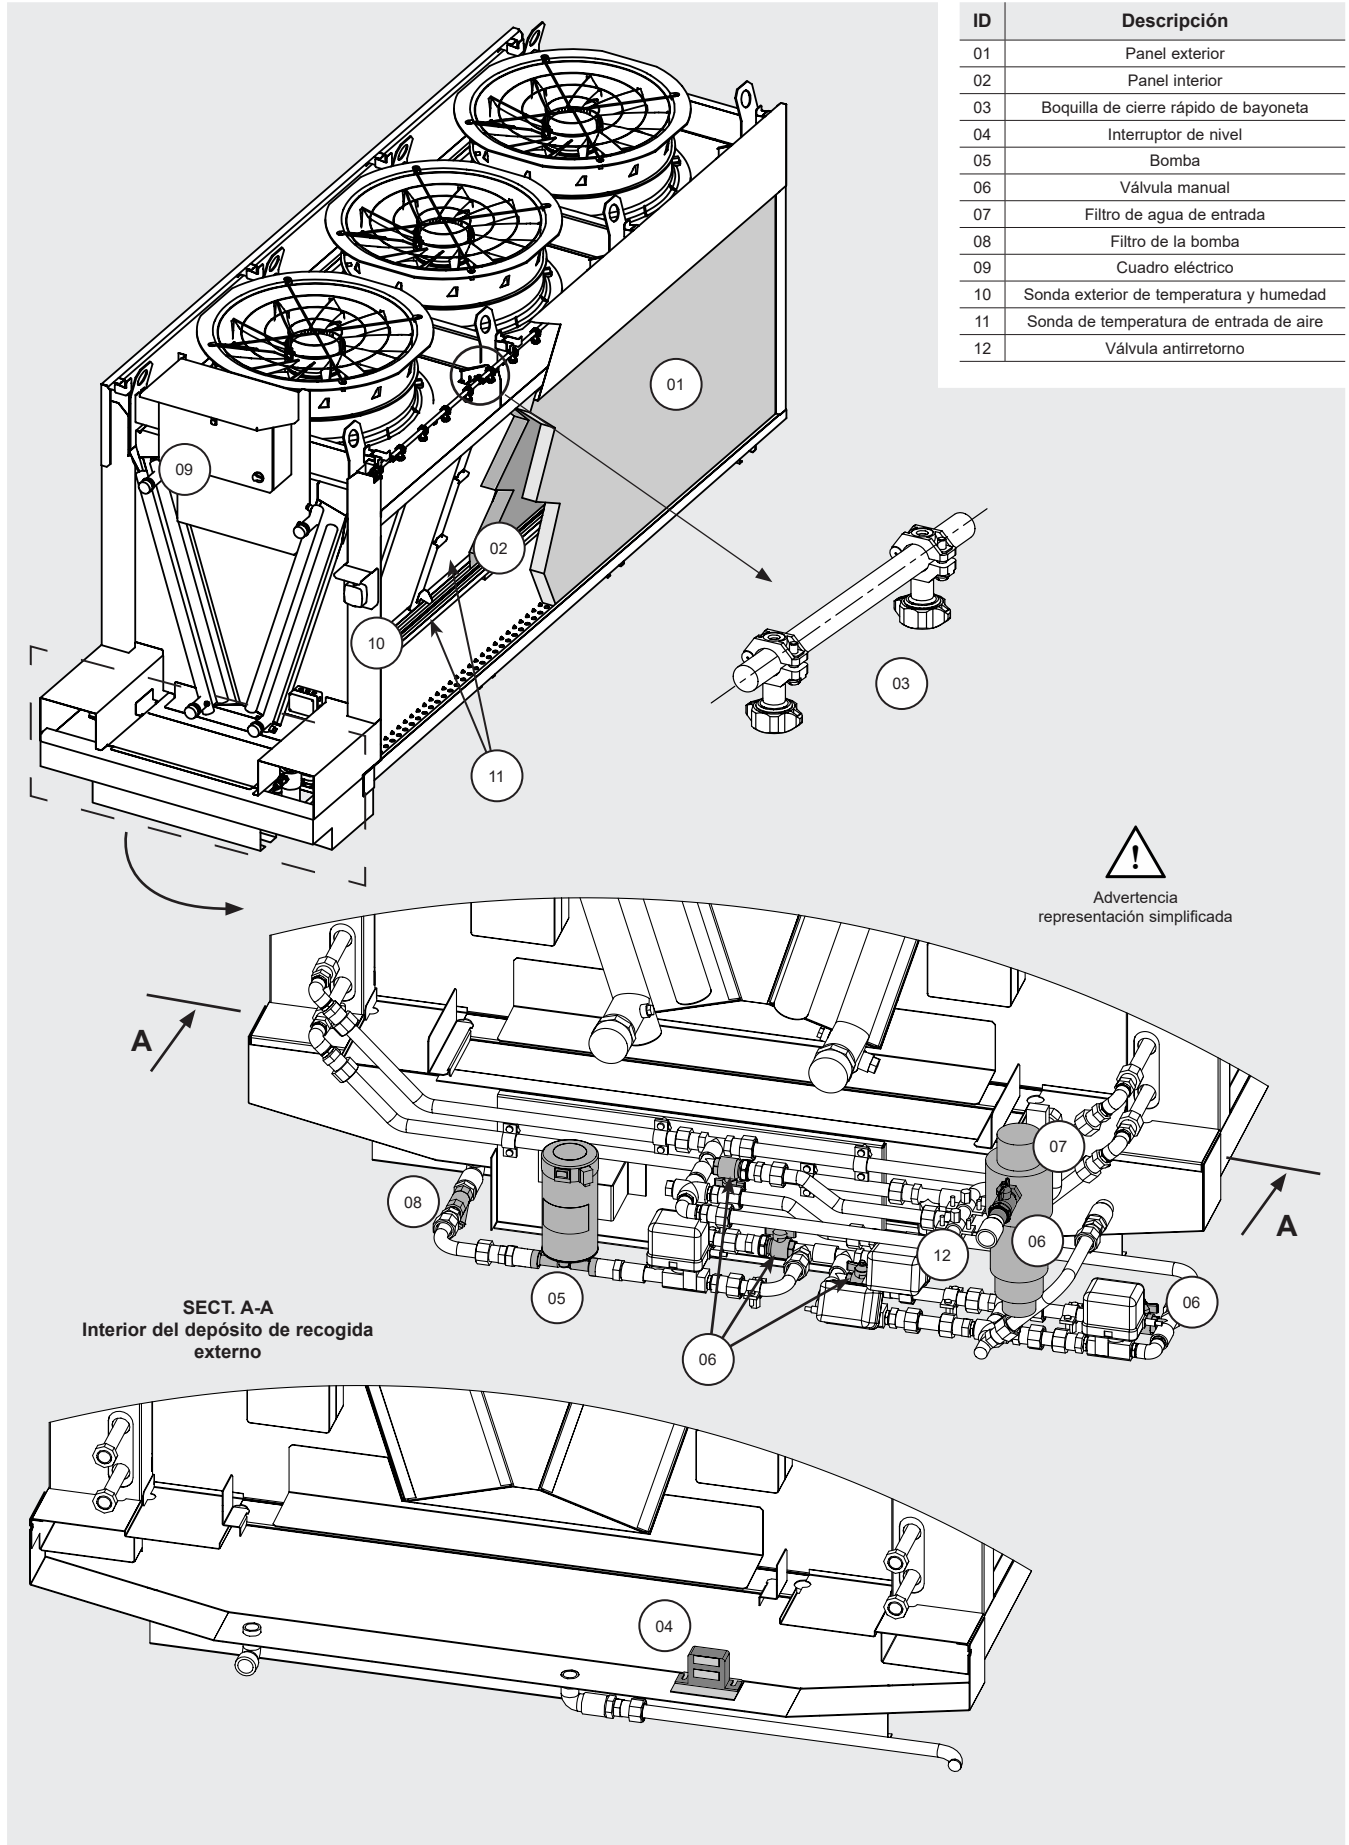

Figura 1
- 2.9.1 Lista de componentes: véase la Figura 1.